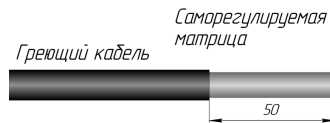

Рисунок 1
2.5. Надрезать и снять защитную оболочку нагревательного кабеля №1 на участке длиной 50 мм.. (см. Рисунок 1). Сделать надрез вдоль токопроводящих жил на длине 40 мм.. (см. Рисунок 1а).
Рисунок 1а